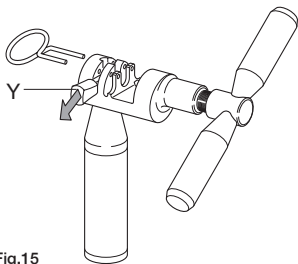

Fig.15
- Préparez l'outil UT-CN400 en positionnant la languette en position de fermeture (Y - Fig. 15).